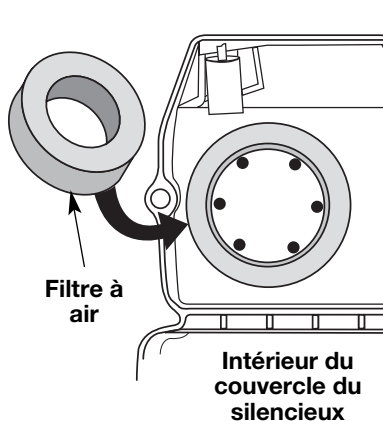

Fig. 27
2. Retournez le couvercle et inspectez l'intérieur pour repérer le filtre à air. Retirez le filtre à air de l'intérieur du couvercle du filtre à air/silencieux (Fig. 27).
6. Replacez le filtre à l'intérieur du couvercle du filtre à air/silencieux (Fig. 27).